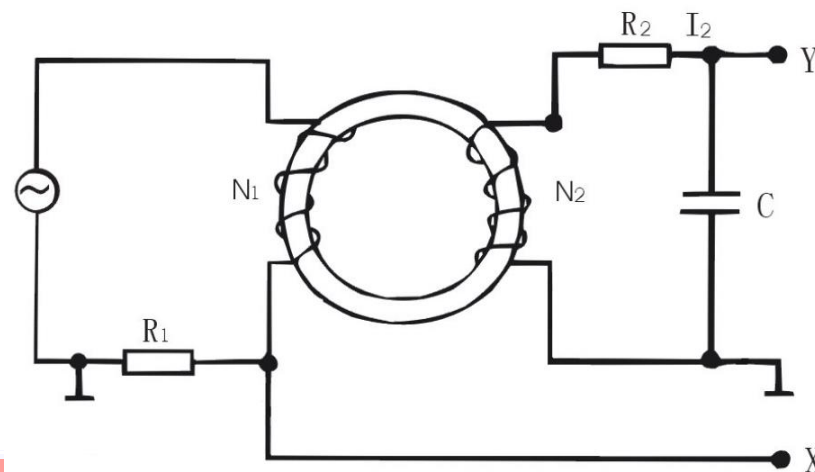

图4 B—H曲线的实验线路
示波器测量B—H曲线的实验线路如图4所示，其中X、Y接示波器的X轴和Y轴输入。本实验研究的铁磁物质是一个环状试样。在试样上绕有励磁线圈 N_1 匝和测量线圈 N_2 匝。若在线圈 N_1 中通过磁化电流 i_1 ，此电流在式样内产生磁场，根据安培环路定律 $HL=N_1i_1$ ，磁场强度 H 的大小为：
其中 L 是为环状式样的平均磁路长度。由图4可知，示波器X轴偏转板的电压为
- ① 按图4所示连接好电路
- ② 逆时针调节幅度旋钮至最小
- ③ 调节示波器显示方式为X-Y方式
- ④ 示波器X和Y输入选择为DC方式，X测量电阻 R_1 的电压，Y测量电容 C 的电压
- ⑤ 缓慢增加磁化电流，使示波器显示的磁滞回线上B的值增加缓慢，达到饱和。